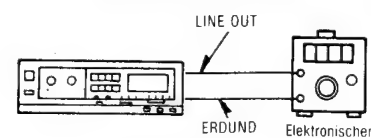

Fig. 7
1. Den Meßaufbau zeigt Fig. 7.